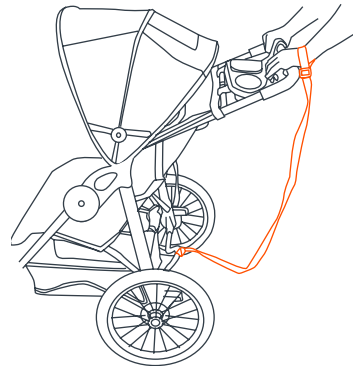

Fig. 16a
• **CORREA DE SEGURIDAD PARA LA MUÑECA:** Siempre conecte la correa de seguridad a cualquiera de las muñecas al trotar. Esta correa evitará que el cochecito ruede fuera de su alcance en caso de que usted se tropiece mientras corre (Fig. 16a).